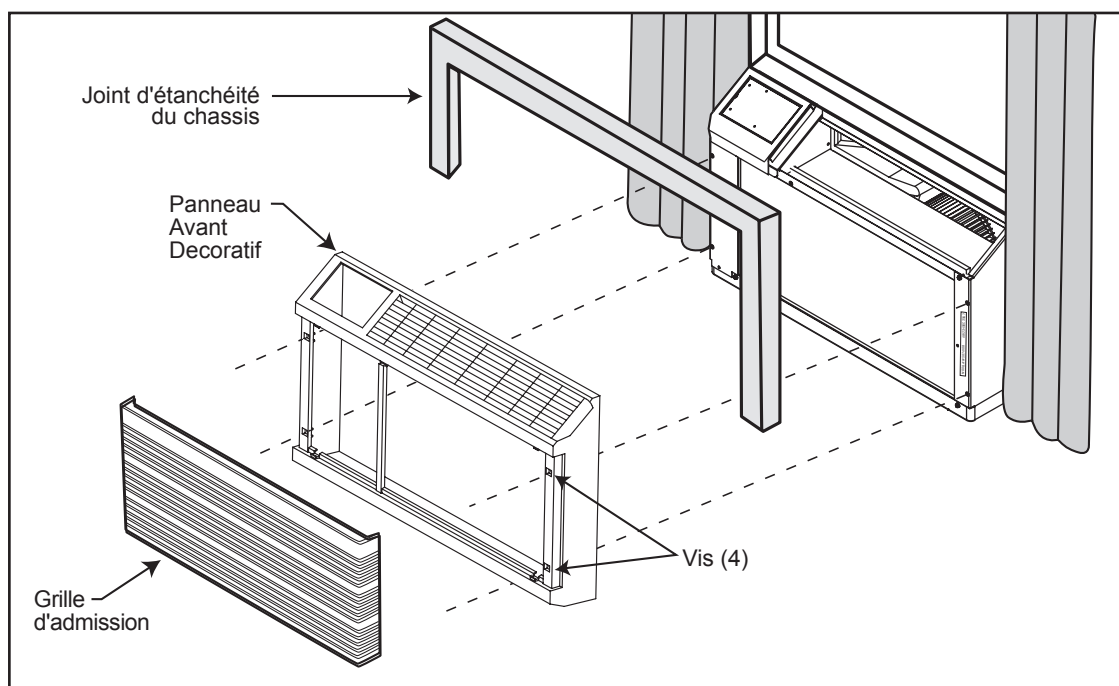

Figure 11
**ÉTAPE 6** Tenir fermement la grille d'admission du panneau avant décoratif par les coins supérieurs gauche et droit et tirer sur celle-ci pour la sortir du bâti du panneau avant décoratif. Tirer ainsi jusqu'à ce que la grille sorte des agrafes de retenue supérieures. Faire basculer vers soi, la soulever et la sortir des agrafes de retenue inférieures. Mettre le bâti du panneau avant décoratif en place sur l'ouverture du coffret et l'installer sur le châssis avec quatre vis à tôle, comme montré sur la Figure 11. Pour remettre la grille d' admission en place, mettre le bas de la grille dans les agrafes de retenue inférieures. Faire basculer le panneau avant vers le haut et vers l'appareil. Appuyer doucement en haut et la grille se met en position automatiquement dans les agrafes de retenue supérieures.